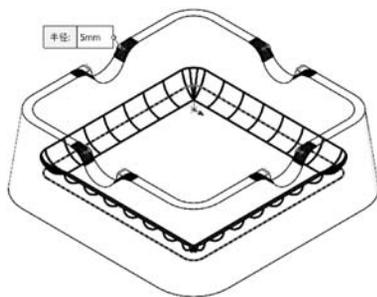

图 5-67 倒圆角(边线延伸)
- ② 激活【边线、面、特征和环】列表框,在图形区中选择需倒圆角的边线。
- ③ 在【圆角参数】组的【半径】文本框内输入 5.00mm。
- ④ 选中【切线延伸】复选框,如图 5-67 所示,单击【确定】按钮 ,生成圆角。